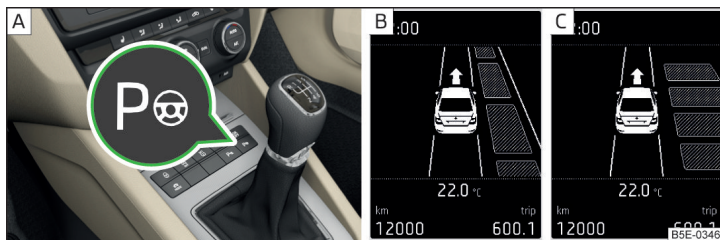

Fig. 144 Tasta sistem / Afișajul ecranului
Când sistemul este activ, luminează în tastă lampa de control  » fig. 144 /a pagina 151 - .
- Apăsați o dată tasta simbol  » fig. 144.
Pe afișaj se afișează următoarele » fig. 144 - .
- Apăsați de două ori tasta simbol  » fig. 144.
» Apăsați o dată tasta simbol  » **fig. 144 la pagina 151**.